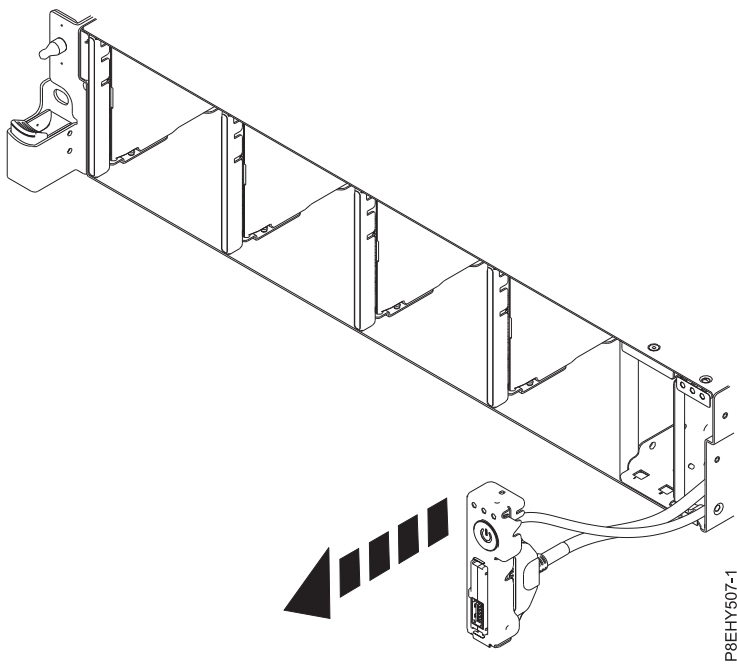

Figure 22. Retrait de l'interrupteur et du câble
9. Retirez l'interrupteur d'alimentation du système. Voir figure 22.